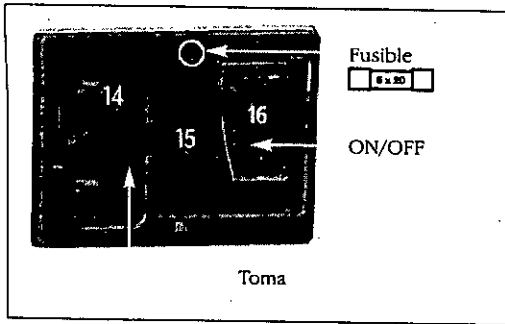

fig. 1
- C. El aparato es alimentado por la red (100/115/230 Vac). Conecte el cable de alimentación a la toma fig. 1.